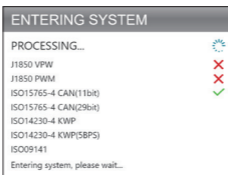

図 3.2.1
1. OBD-II 機能に入ると、スキャンツールは自動的に車載コンピューターと通信して通信プロトコルを決定します。確認後、リンクを確立します。(図 3.2.1 を参照)